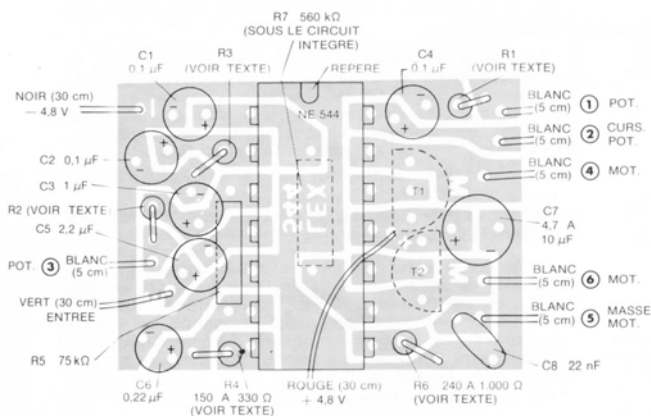

Fig. 5. - Câblage du circuit imprimé.
### Éléments à monter dans l'ordre sur le circuit imprimé (Fig. 5)
- ( ) Les fils ainsi préparés seront soudés aux différents points suivant le schéma de câblage représenté fig. 5, en respectant les couleurs, les longueurs et les sens de branchement.